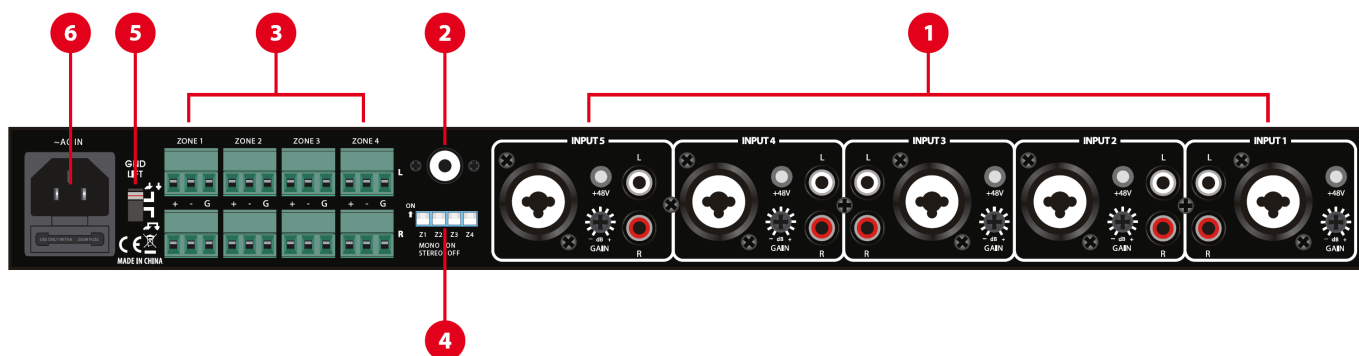

fig.5
- b. Collegare le sorgenti sonore/microfoni agli ingressi sul pannello posteriore (**fig. 5, rif. 1**)